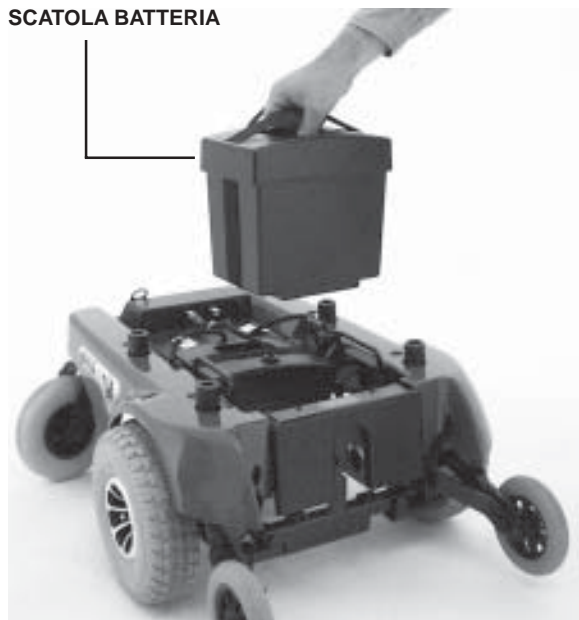

Figura 17. Estrazione delle scatole batteria
2. Sollevare e rimuovere ciascuna scatola batteria. Vedere figura 17.